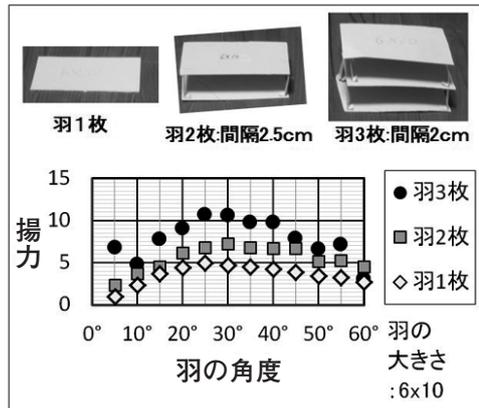

図3 羽の枚数を変えた実験
- (2) 羽の大きさを同じにして、羽の枚数を変えると揚力はどうなるかを調べた(図3)。①羽の枚数が多いほど揚力は大きくなった。②羽の枚数が2倍、3倍になっても揚力は2倍、3倍にならなかった。羽どうしの影響のため、揚力が小さくなっているのではないかと考え、確かめるための追加実験をすることにした。